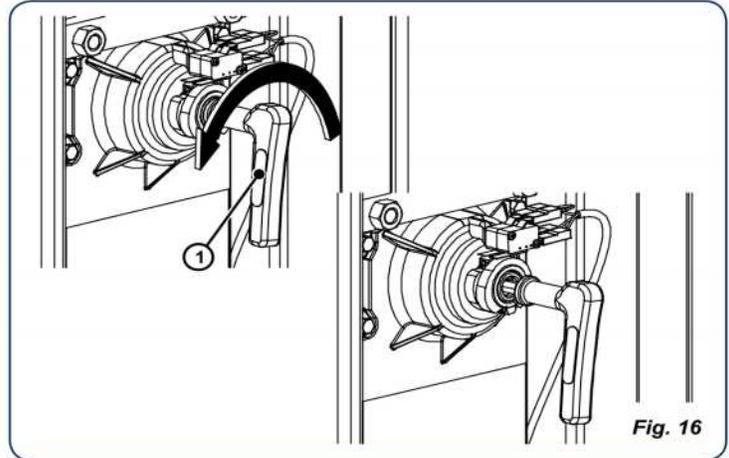

Fig. 16
3. Introduzca la llave de desbloqueo, fig. 16, ref. ①, en el orificio del dispositivo de desbloqueo.